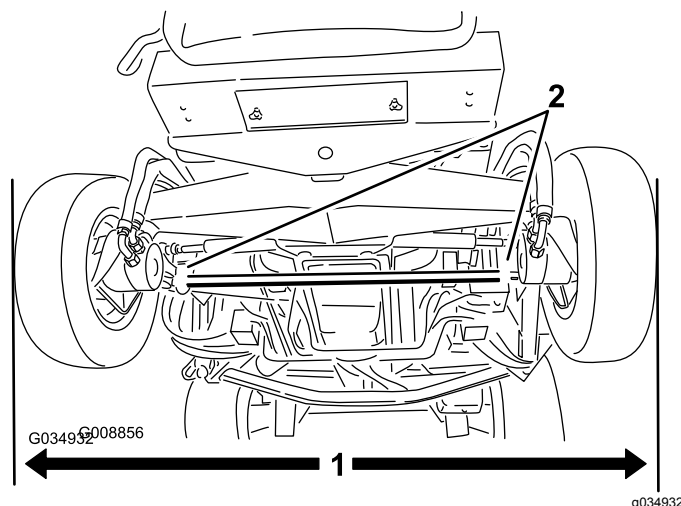

Figure 105
1. Placez les roues en position ligne droite, puis mesurez la distance extérieure (à hauteur d'essieu) à l'avant et à l'arrière des roues directrices (Figure 105).
2. Pour régler le pincement, desserrez les fixations aux deux extrémités des biellettes (Figure 105).